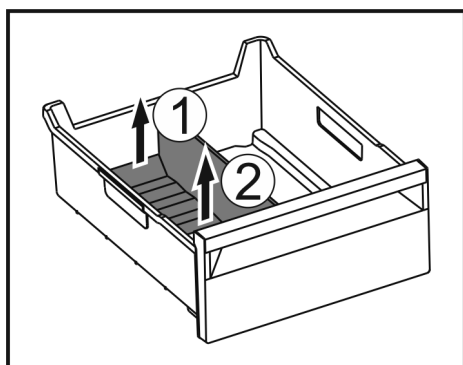

Fig. 67
- Lyft upp frysfacksdelarens bakre del. Fig. 67 (1)
- Ta ut frysfacksdelaren uppåt. Fig. 67 (2)